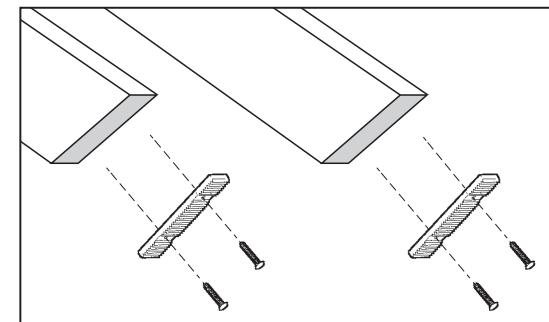

FIGURA 12
E. Instale el tacón de plástico a extremos inferiores del riel con piñas de 1" incluidas. Taladre agujeros guía de $\frac{1}{16}$ " en la madera antes de instalar las piñas para evitar daños en el riel (Figura 12).